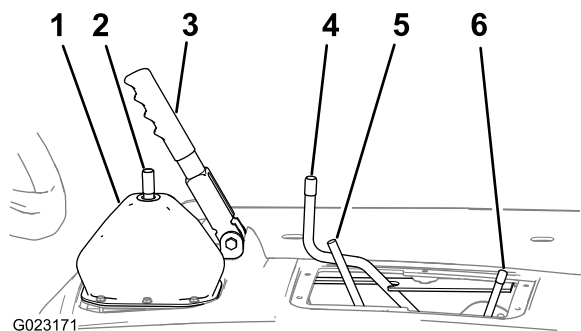

図 11
1. 駐車ブレーキが掛かっていることを確認する 図 11。
2. デフロック用のロッドを前右方向ロック位置に倒す 図 11。